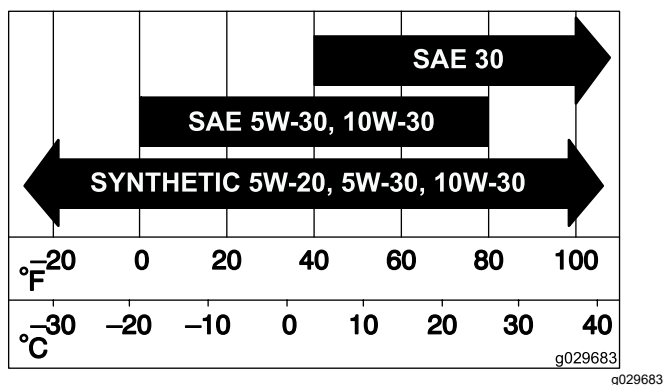

Figura 56
3. Abra los cierres del limpiador de aire y tire de la tapa de la entrada de aire para separarla del cuerpo del limpiador de aire (Figura 56).
5. Extraiga con cuidado el filtro del cuerpo del limpiador de aire (Figura 56).
2. Introduzca el filtro con cuidado en la carcasa del limpiador de aire (Figura 56).
3. Instale la tapa del limpiador de aire y fije los cierres (Figura 56).